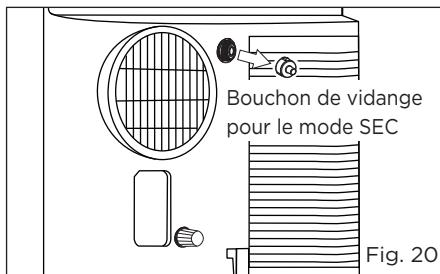

Fig. 20
- Dévissez le bouchon de vidange de la sortie de vidange continue (Fig.20).